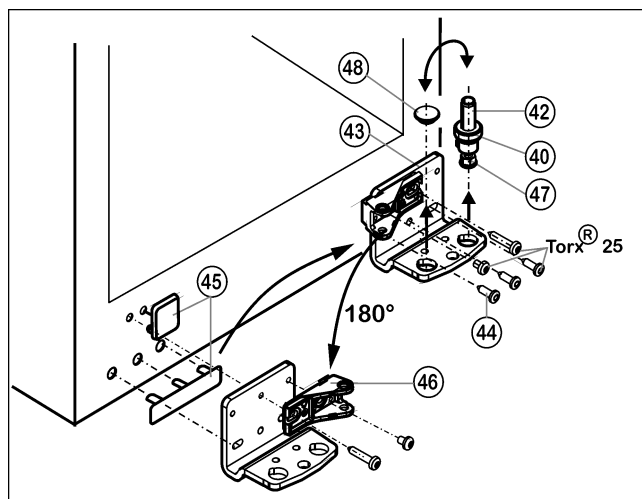

Fig. 9
- Retirer le pivot Fig. 9 (42) complètement, avec le disque Fig. 9 (40) et le pied réglable Fig. 9 (47) par le haut.
- Enlever le bouchon Fig. 9 (48).
- Dévisser le support d'appui Fig. 9 (43).
- Enlever les caches au niveau des poignées Fig. 9 (45) avec précaution et les placer sur le côté opposé.
- Revisser à fond (avec un couple de serrage de 4 Nm) le support d'appui inférieur Fig. 9 (43) sur le nouveau côté de la charnière, si nécessaire à l'aide d'une visseuse sans fil.
- Dévisser l'élément pivotant Fig. 9 (46) et le revisser à l'intérieur tourné de 180°, toujours visser les vis longues dans le trou longitudinal.
- ▶ Replacer le bouchon Fig. 9 (48) dans l'autre trou.
- ▶ Replacer le pivot Fig. 9 (42) avec la plaque et le pied réglable. Faire attention à ce que les ergots d'encliquetage soient tournés vers l'arrière.
- ▶ Placer la porte par le haut sur le pivot inférieur Fig. 9 (42).
- ▶ Aligner éventuellement la porte à la carrosserie de l'appareil grâce aux trous longitudinaux dans le support d'appui en bas Fig. 9 (43). Pour cela, dévisser la vis centrale.